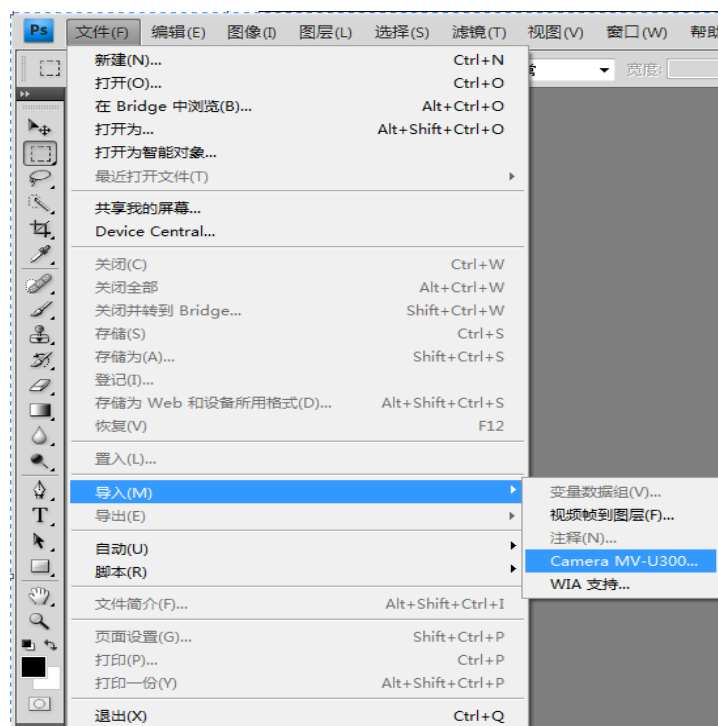

图 5.1 Photoshop 中使用 TWAIN 接口列表
2. 启动 Photoshop 后，点击“文件”菜单，选择 “导入”，如图 5.1 所示，可以看到我们的 U300 相机。
2. 启动 Scope photo 后，点击“文件”菜单，选择 “影像导入” 后，再点击 “Twain:选择设备(S)...”，如图 5.1 所示。在弹出的设备选择对话框中可以看到我们的 U300 相机，如图 5.2 所示。您的电脑中可能存在多个 TWAIN 设备，在列表中选中 Camera U300 后，点击选定按钮。